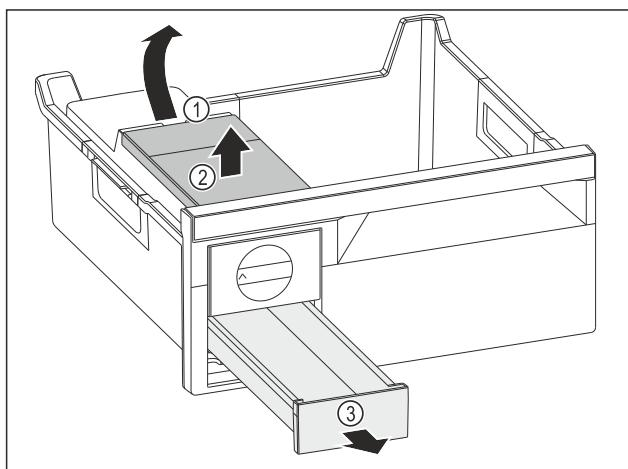

Fig. 142
- ▶ Извлеките бак для воды: Поднимите бак для воды за выемку Fig. 142 (1).
- ▶ Извлеките бак для воды Fig. 142 (2) движением вверх.
- ▶ Извлеките выдвижной ящик для кубиков льда Fig. 142 (3) движением вперед.